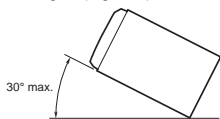

Figure 2
2. Installer l'appareil avec un angle inférieur à 30° par rapport à l'horizontale. (Figure 2)